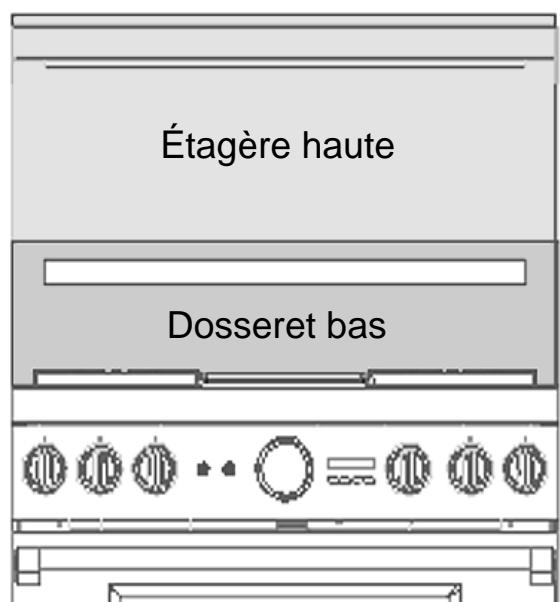

Figure 21: Vue de face de l'étagère haute et du dosseret bas
2. Placez la plus petite « manche », avec les échancrures vers le haut, à l'intérieur de la manche plus large, avec les ouvertures des deux manches orientées vers l'arrière (Figure 21).
1. Enlevez les recouvrements des pattes. Pour ce faire, faites glisser la manche extérieure des recouvrements de pattes vers le bas, en enlevant les encoches extrudées de la base en aluminium (voir Figure 21).